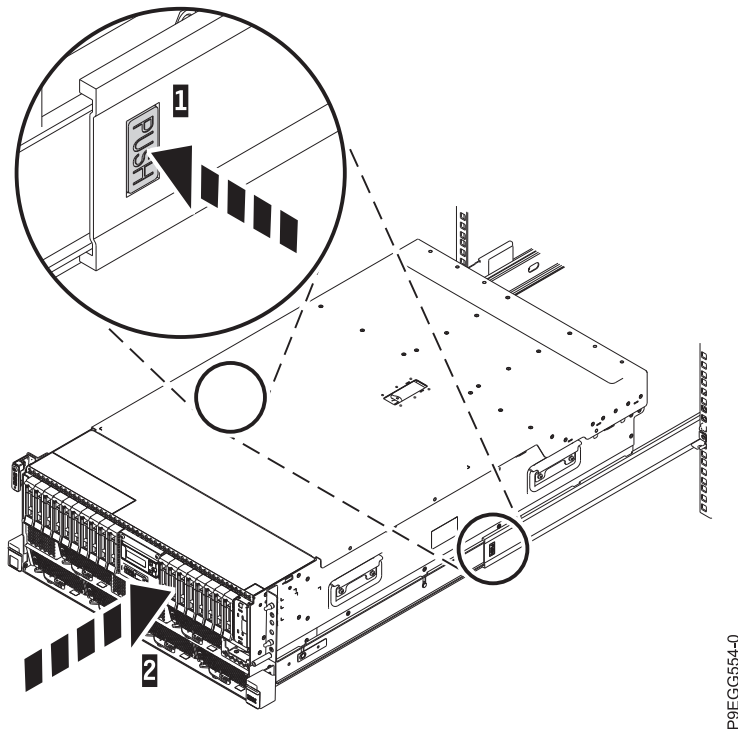

Figure 8. Taquets de déverrouillage et serveur
3. Levez les loquets bleus (1) sur les glissières latérales et poussez entièrement le serveur (2) dans l'armoire jusqu'à ce qu'il s'emboîte. Pour plus de détails, voir figure 8, à la page 8.